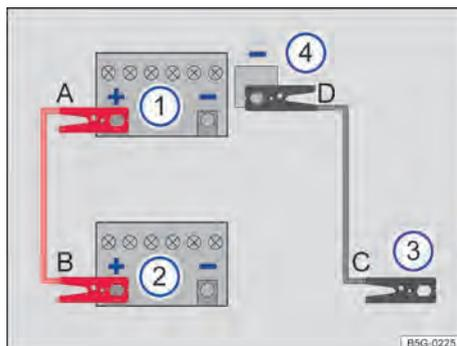

Fig. 217 Esquema para a conexão dos cabos auxiliares de partida no veículo que presta auxílio de partida.
Legenda para Fig. 217:
Conectar o cabo auxiliar de partida somente na sequência **A – B – C – D** → Fig. 217.
- Conectar uma extremidade do cabo auxiliar de partida *vermelho* ao polo positivo (+) do veículo com a bateria do veículo 12 V descarregada → Fig. 217 ① → ⚠.
- Conectar a outra extremidade do cabo auxiliar de partida *vermelho* ao polo positivo (+) da bateria do veículo 12 V fornecedora de corrente → Fig. 217 ②.
- Conectar uma extremidade do cabo auxiliar de partida *preto* → Fig. 217 ③, de preferência, num ponto de auxílio à partida (ponto de aterramento), ou então, na argola de reboque dianteira roscada, conectar uma peça metálica maciça firmemente aparafusada com o bloco do motor ou no próprio bloco do motor.
- Conectar a outra extremidade do cabo auxiliar de partida *preto* → Fig. 217 ④ no veículo com a bateria de 12 V descarregada, de preferência, ao ponto de auxílio à partida (ponto de aterramento) → Página 262 ou então na argola de reboque dianteira aparafusada → Página 264,
- Desconectar o cabo auxiliar de partida com o motor em funcionamento somente na sequência **D – C – B – A** → Fig. 217.